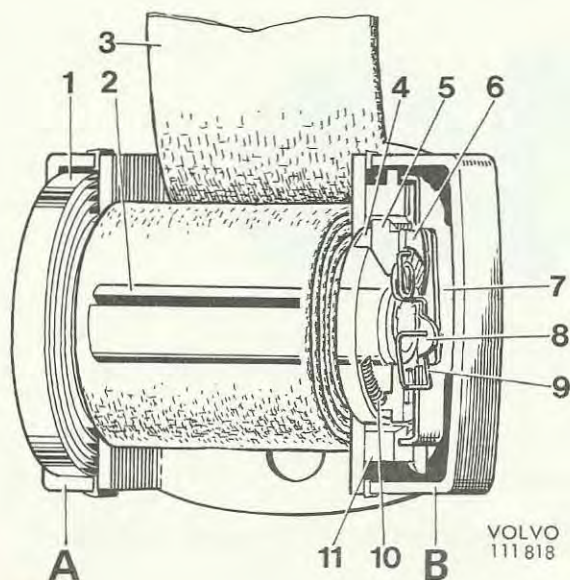
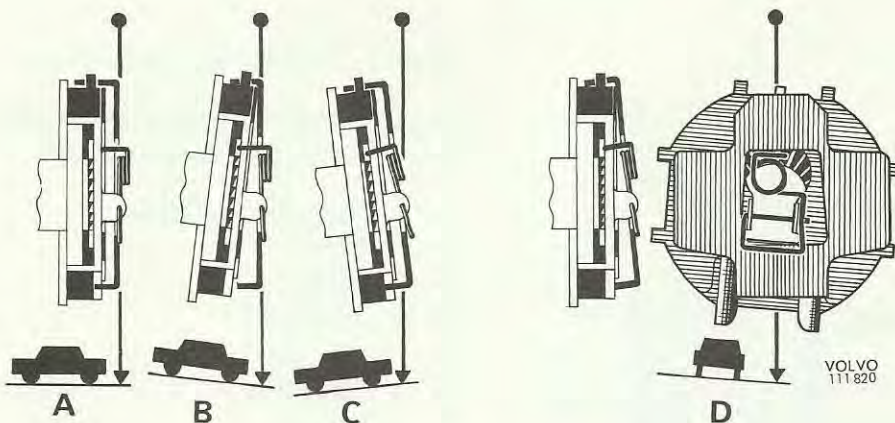

Bild 1. Rullbälte, genomskuret
Bild 3. Pendellåssystemet
Bältet är fastsatt på en axel vilken är infäst mellan två gavlarna. I den ena gaveln (A, bild 1) finns upprullningsfjädern, och i den andra (B) låsmekanismen).
Låsmekanismen består av ett låshus (11 bild 1), en låskolv (5) samt två skivor, axelskivan (4) och trögskivan (6). I skivornas ytor som är vända mot varandra finns uttag för låskolven samt en tryckfjäder (10). Axelskivan är fast förbunden med rullens axel (2) medan trögskivan är rörlig på axeln, men hålls i axiell led av en på axeln fastnitad bricka.
Det finns ytterligare ett låssystem, vilket är det ur säkerhetssynpunkt viktigaste. Detta låssystem låser bältet om bilen hastigt accelereras framåt, bakåt eller i sidled, t.ex. vid en påkörning. Låssystemet består av en pendel (7 bild 1) och en låshake (9), vilken har till uppgift att spärra trögskivan. Detta inträffar så snart pendeln tvingas ur sitt balanserade läge, vilket visas i bild 3. När axelskivan börjar rotera kan den spärrade trögskivan inte följa med, vilket medför att låskolven omedelbart pressas ut och låser rullen.
Pendellåssystemet påverkas även när bilen står stilla, om dess lutning åt något håll överstiger 10-15° (bild 3). Detta kan om inte kund och verkstad är uppmärksamma föranleda onödiga byten av rullbälten.